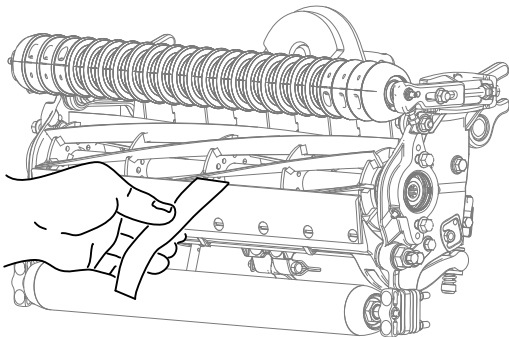

図 14
12. 切れ味確認用のトロ製試験ペーパーを一枚、リールと下刃との間に、下刃に対して直角になるように差し入れて、Cuttingユニットの切れ味をテストする 図 14。